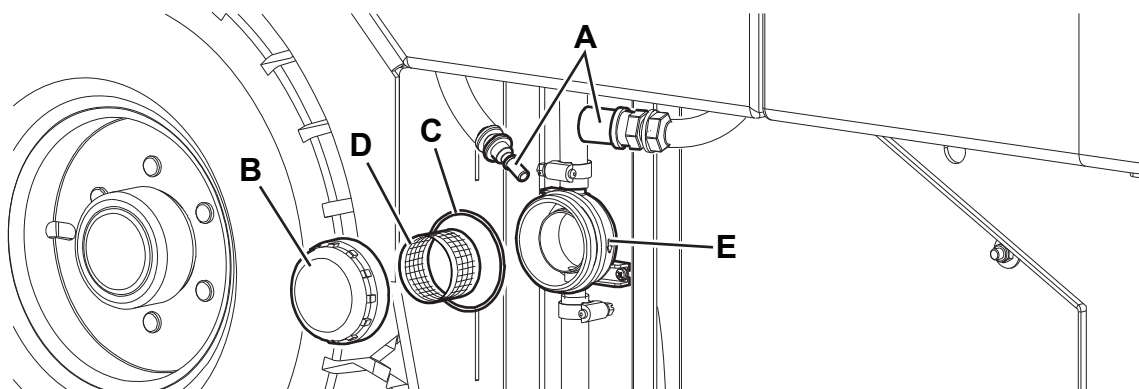

Abbildung 9
1. Gerät auf ebenem Untergrund abstellen, Feststellbremse betätigen und Zündschlüssel (57) in Stellung „O“ drehen.
2. Schnellverbindung (A, Abb. 9) von der Tankleitung abnehmen.
3. Um an den Wasserfilter (30) zu gelangen, linke Abdeckplatte (2) abnehmen.
4. Den durchsichtigen Deckel (B) mit Dichtung (C) abnehmen und Siebfilter (D) entfernen. Reinigen und in der Halterung (E) anbringen.